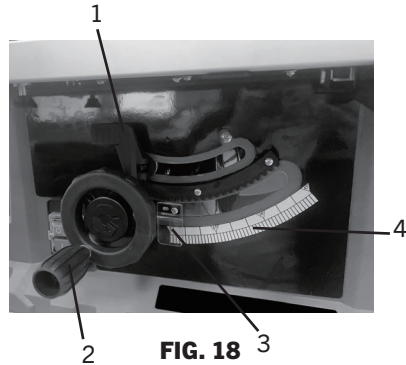

FIG. 18
1. Tournez la molette de réglage de la hauteur de la lame (2) (Fig.18) dans le sens antihoraire pour relever la lame ou dans le sens des aiguilles d'une montre pour l'abaisser.
1. Déverrouillez le levier de verrouillage/déverrouillage de l'angle de biseau (1) (Fig. 18) en le tirant complètement vers la droite.
2. Déplacez la molette de réglage de la hauteur de la lame (2) vers la droite pour ajuster l'angle de biseau de la lame. Utilisez l'indicateur d'angle d'inclinaison du biseau (3) et l'échelle d'angle (4) comme référence.
3. Une fois l'angle de biseau désiré obtenu, verrouillez le levier de verrouillage/déverrouillage de l'angle de biseau (1) en le poussant complètement vers la gauche.
2. Déverrouillez le levier de verrouillage/déverrouillage de l'angle de biseau (1) (Fig. 18) en le tirant complètement vers la droite. Déplacez la molette de réglage de la hauteur de la lame (2) (Fig. 18) jusqu'à ce que la lame soit parfaitement à 2,24 m (90 po) de l'équerre. Verrouillez le levier de verrouillage/déverrouillage de l'angle de biseau.